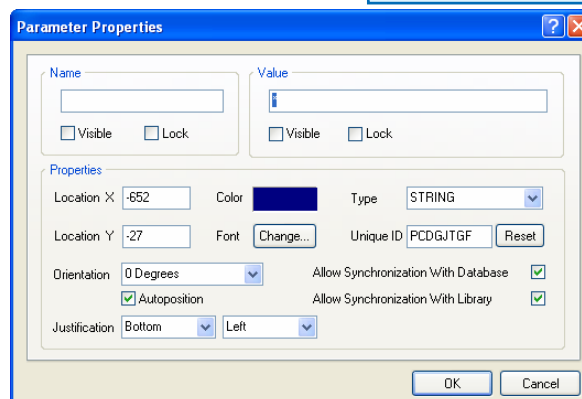

図 24 パラメータは、*Parameter Properties* ダイアログで設定します
2. 新規のパラメータを追加するには、*Library Component Properties* ダイアログの **Parameters for...** セクション内の **Add** ボタンをクリックし *Parameter Properties* ダイアログを表示させます ( 図 24 )。